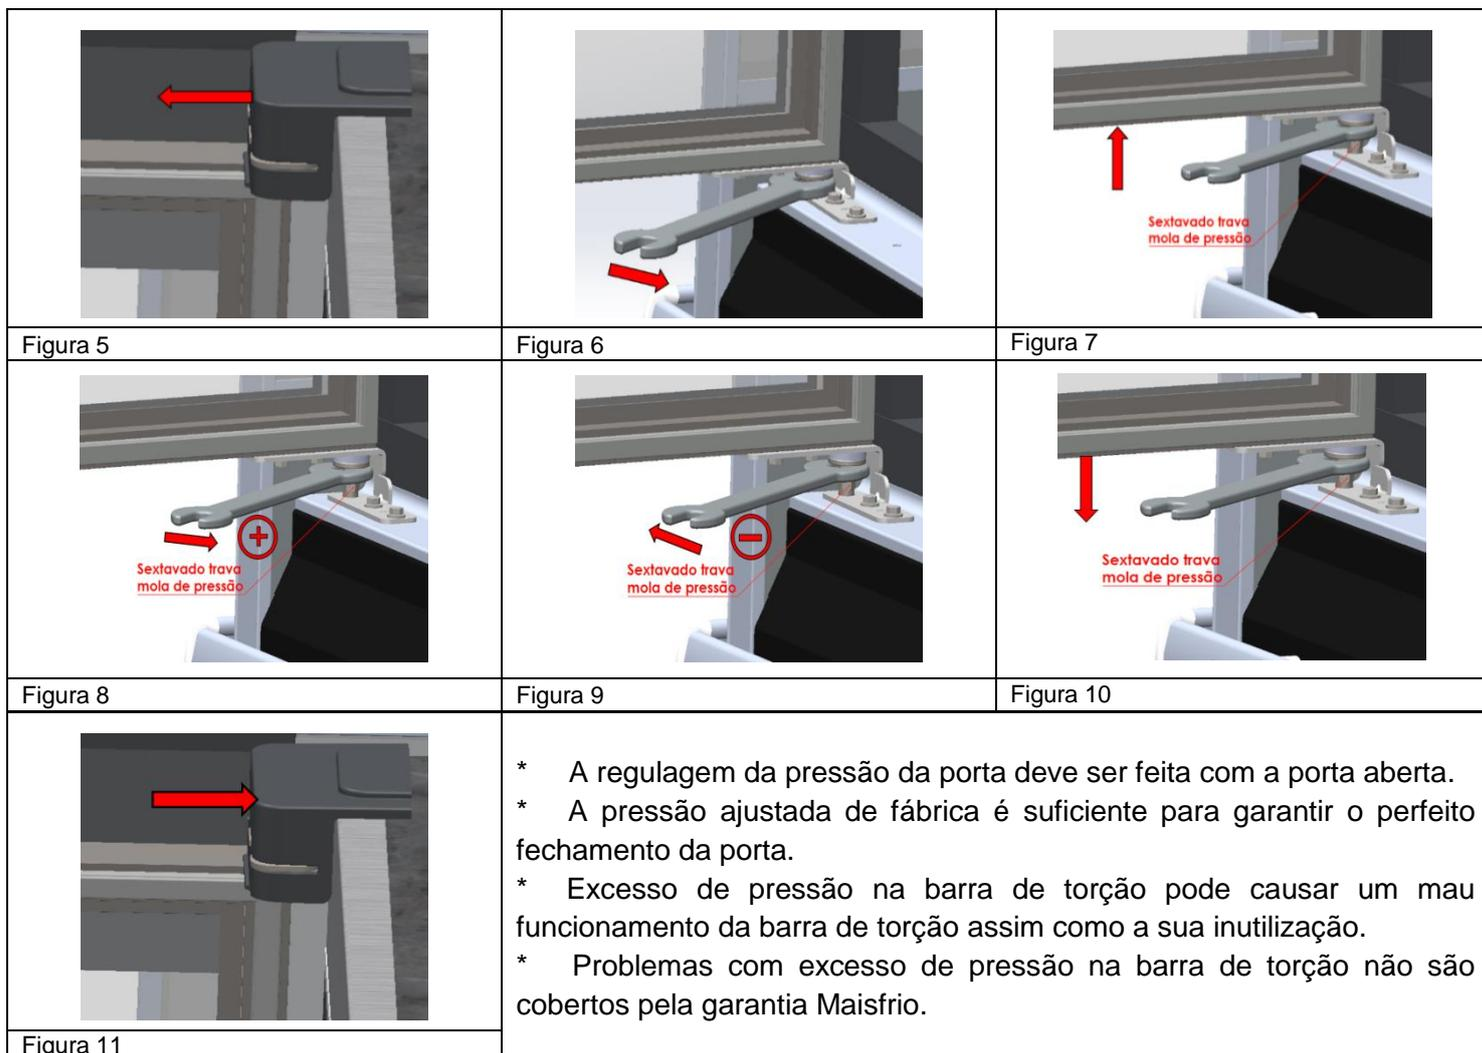

Figura 11
- f) Por fim com a porta aberta inserir novamente a capa de proteção da dobradiça superior, conforme indica seta na Figura 11.